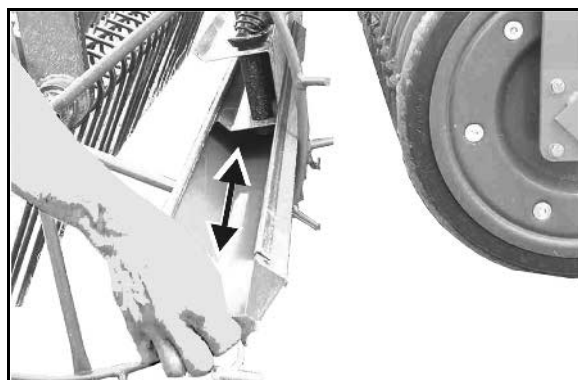

Рис. 28
2. Слева и справа из выпускной рейки извлеките лотки для установки сеялки на норму высева и задвиньте под выпускную рейку (Рис. 28).